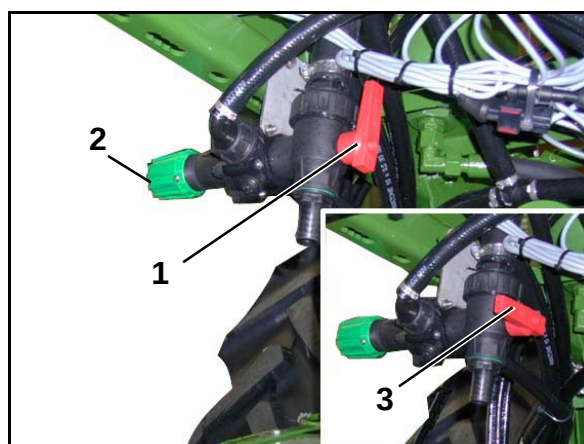

Fig. 167
- el grifo de conmutación DUS (Fig. 167/1).
- la válvula limitadora de presión DUS (Fig. 167/2). La válvula limitadora de presión DUS está ajustada fijamente de fábrica reduciendo la presión en el sistema de circulación forzada a 1 bar.
El sistema de circulación forzada está conectado, si el grifo de conmutación DUS se encuentra en la posición (Fig. 167/1).
El sistema de circulación forzada está desconectado, si el grifo de conmutación DUS se encuentra en la posición (Fig. 167/3).